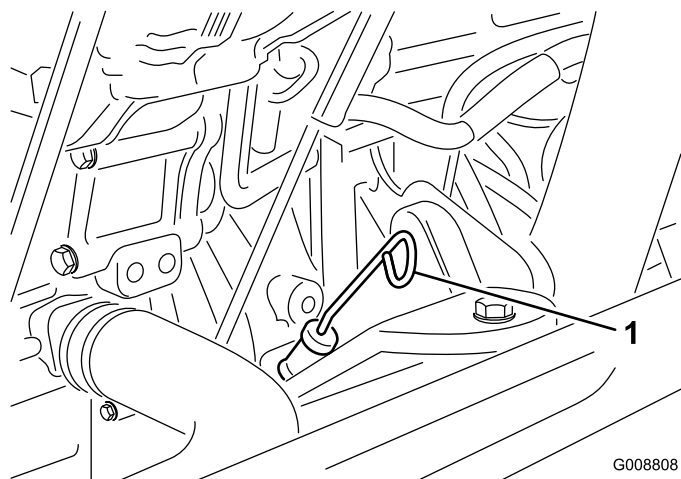

Figure 8
3. Sortez la jauge, essuyez-la sur un chiffon propre, replacez-la dans le goulot de remplissage, puis ressortez-la. Le niveau d'huile doit atteindre le repère du plein (FULL) (Figure 8).